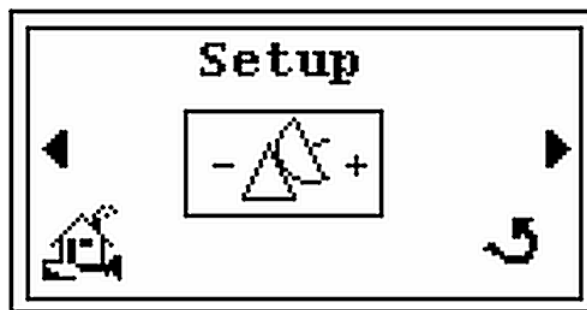

図 2-40 Setup 画面
3. ▶ を押すと *Setup* 画面が表示されます (図 2-40)。